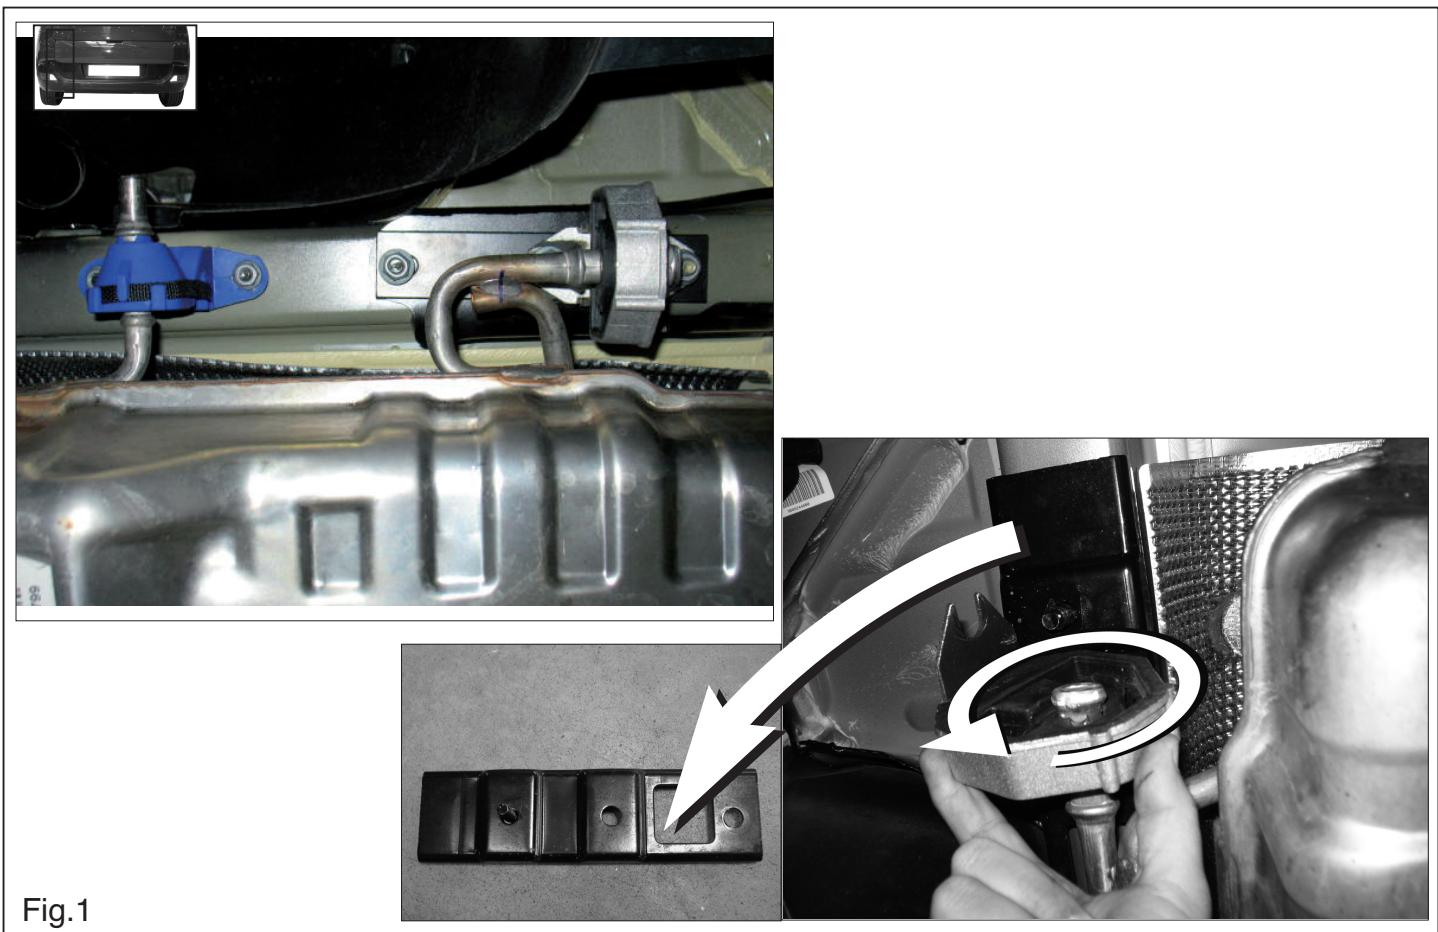

Fig.1
3. Achtung bei diesem Auspufftyp: Die beiden Auspuffaufhängungshalterungen des letzten Auspuff-Schalldämpfers abmontieren. Siehe Abbildung 1.